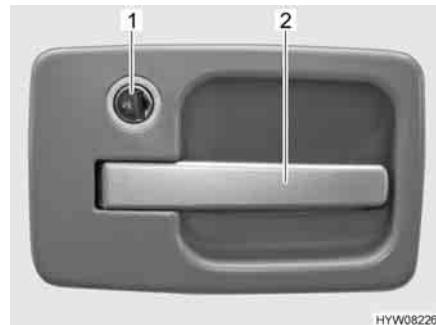

Fig. 26 Serratura della porta di ingresso, lato esterno
- Inserire la chiave nel cilindro della serratura (Fig. 26,1) e ruotarla sul simbolo "U". La serratura della porta è sbloccata.
- Tirare la maniglia della porta (Fig. 26,2). La porta è aperta.
- Inserire la chiave nel cilindro della serratura (Fig. 26,1) e ruotarla sul simbolo "". La serratura della porta è bloccata.